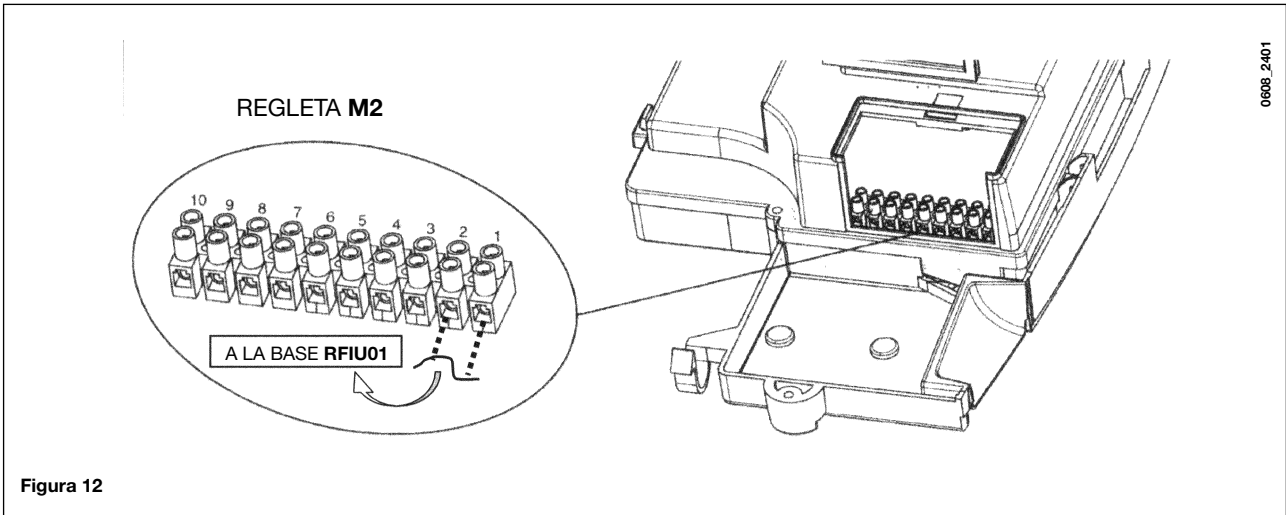

Figura 12
3. Conecte los dos hilos que proceden de la base de la regleta **M2** según se indica en la figura 12.